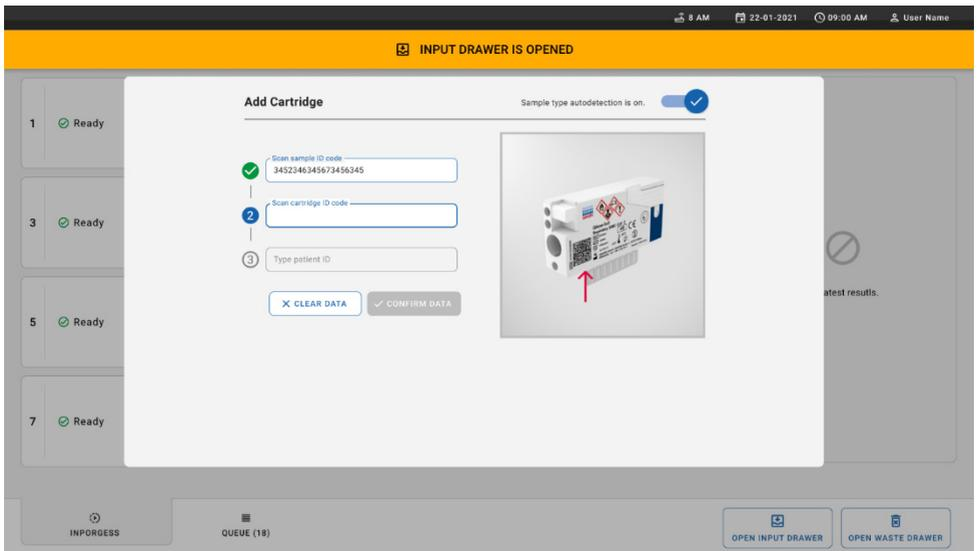
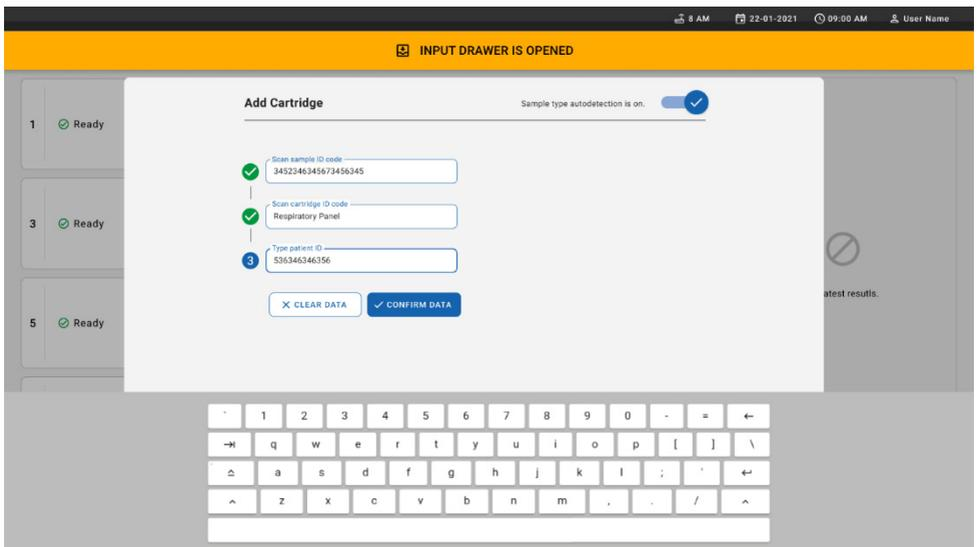

Figura 25. Digitando o ID do paciente.
Figura 26. Digite o ID do paciente e depois pressione Confirm Data (Confirmar dados).
10. Digite o ID do paciente (o Patient ID [ID do paciente] deve estar definido como **on** [ligado]) (Figura 25) e, em seguida, confirme os dados (Figura 26).